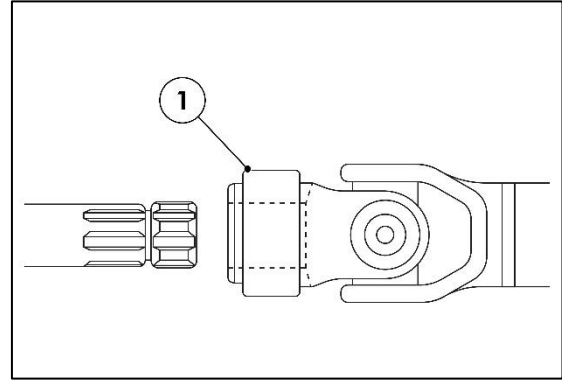

Fig. 84 - AANDRIJFASKOPPELING
1. Mechanische insteekkoppeling wordt verbonden met de PTO-as bij door PTO aangedreven werktuigen (Fig. 84).